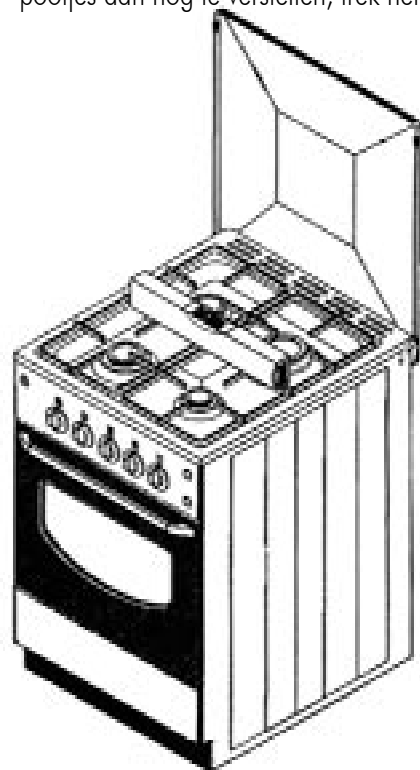

fig. 5
2. Plaats een waterpas op de pannendragers van het kookvlak om te controleren of het fornuis waterpas staat. (zie fig. 5)